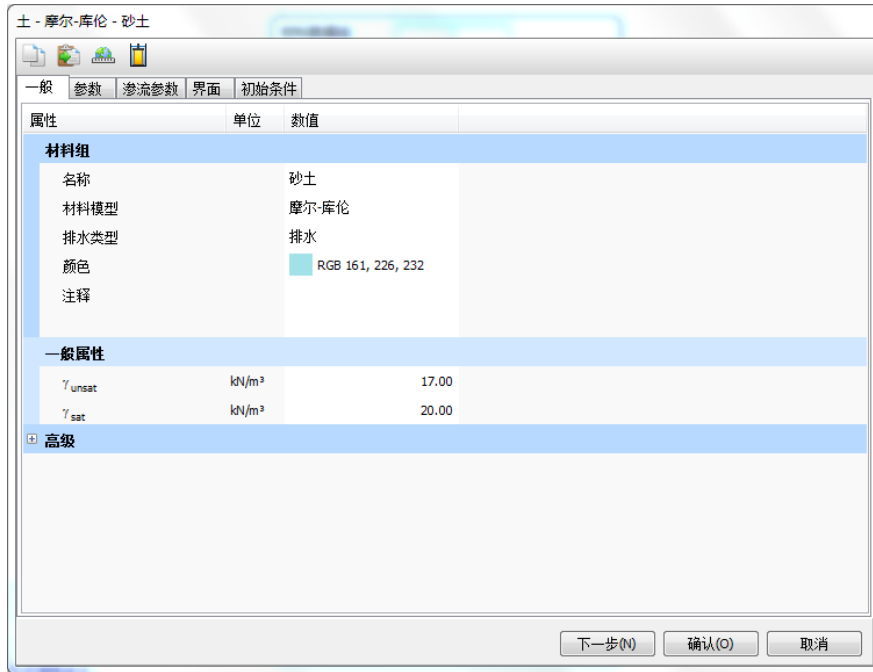

图 7 土和界面材料数据组一般标签
- 根据表 1 所列的材料参数，在一般属性框中键入一个合适的值（图 7）。表中未提到的值，保持为默认值。